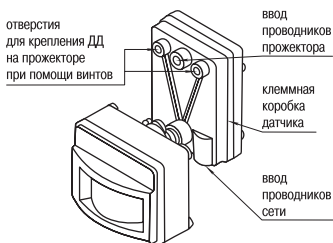

Рисунок 10
– датчики модификаций ДД-017, ДД-019 установите на прожекторе, для этого: снимите с прожектора клеммную коробку, на ее место при помощи винтов (рисунок 10) установите датчик.
Введите проводники прожектора (L, N, PE) в специальное отверстие в клеммной коробке датчика (рисунок 10). Установите прожектор на монтажной поверхности.
– для датчиков модификаций ДД-017, ДД-019 введите подключаемые проводники сети (L, N, PE) через резиновый сальник в клеммную коробку (рисунок 10);